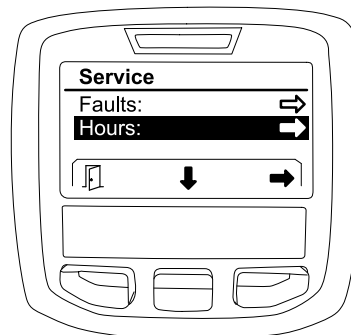

Figura 28
1. Utilice el botón de selección central para desplazarse hasta la opción HOURS (Horas) (Figura 28).